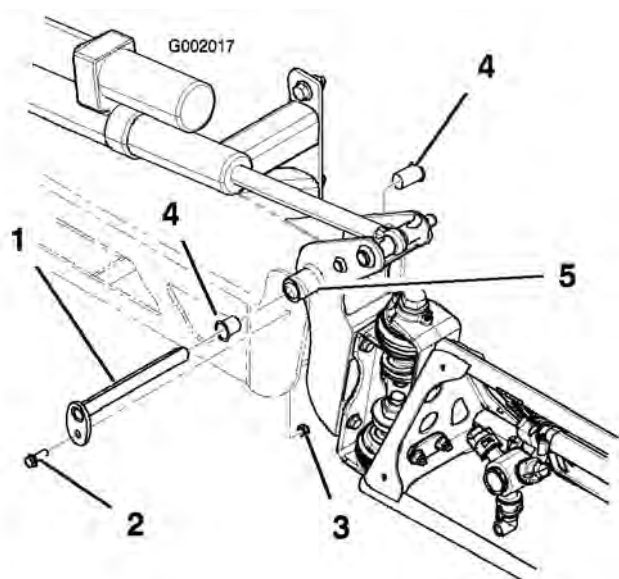

Figura 70
3. Con el peso del brazo apoyado, retire el perno y la tuerca que fijan el pasador de giro al conjunto del brazo (Figura 70). Retire el pasador de pivote.
5. Retire los casquillos de nylon desde delante y desde detrás del soporte del pivote e inspecciónelos (Figura 70). Sustituya cualquier casquillo dañado.
7. Instale el conjunto de brazo y soporte del pivote en el bastidor central, alineando los orificios (Figura 70).